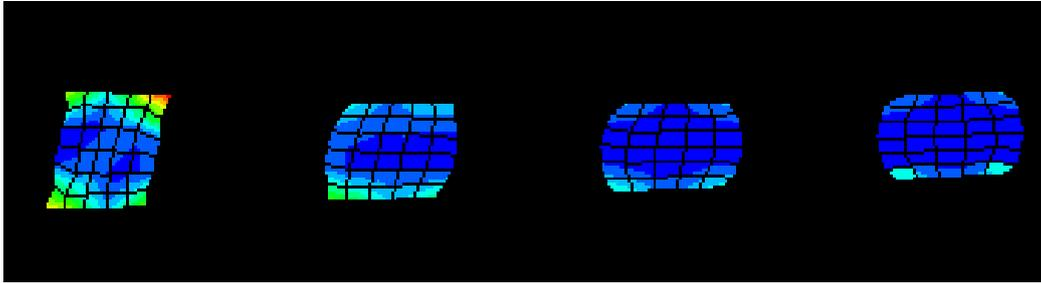

Abbildung 10: Darstellung der Kriechenergie in den Lotbällen
5. Wählen Sie im **ODB Display Group Manager** die neu angelegte **DisplayGroup-2** aus und klicken Sie auf den Button **Plot**. Nun werden nur noch die vier Lotbälle angezeigt. Die Skala ist jetzt feiner unterteilt und man erkennt besser, wie die Lotbälle beansprucht werden (Abb. 10).